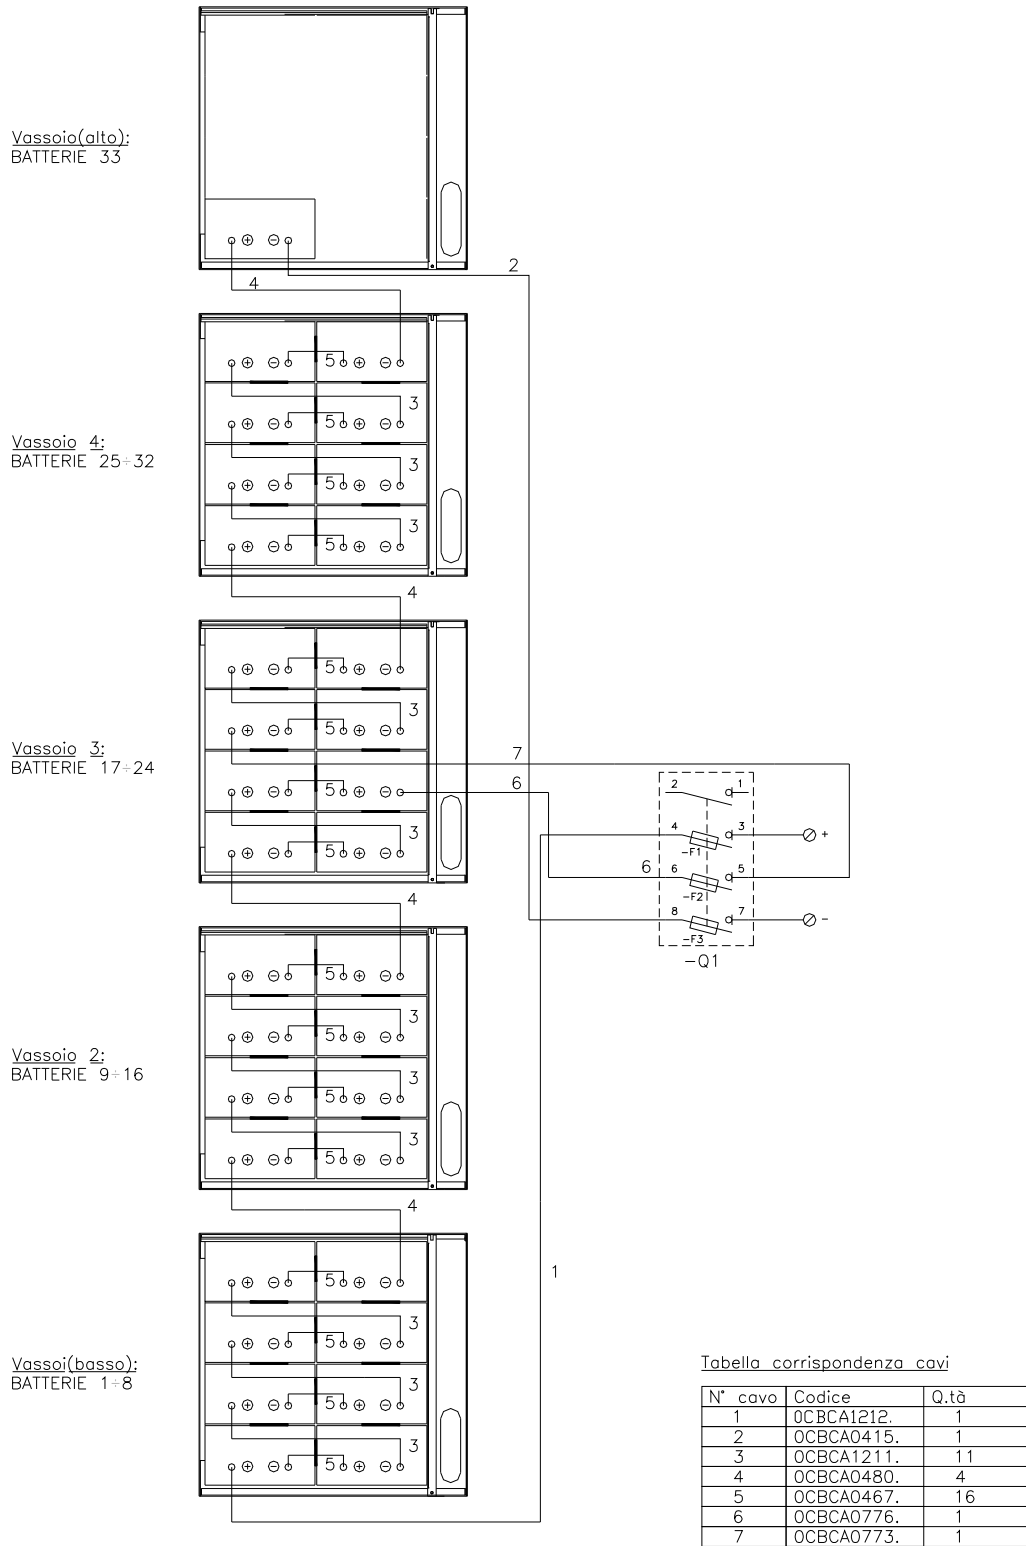

Fig. 3.
- Con i cavi in dotazione collegare le batterie e il sezionatore come indicato nelle Fig. 3 relative alle due tipologie di collegamento: